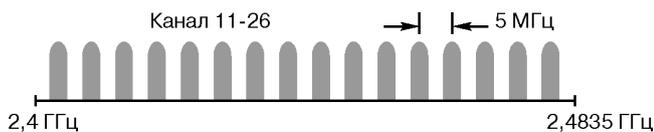

Рис. 1.
- Диапазон частот IMS 2,4 ГГц, разделенный на 15 радиоканалов (см. рис. 1)